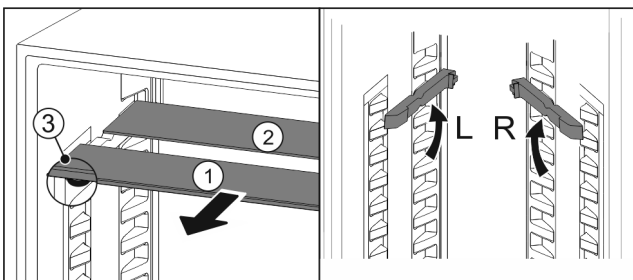

Fig. 58
- ▶ Izvelciet stikla paneļus pa vienam uz priekšu Fig. 58 (1).
- ▷ Stikla panelis Fig. 58 (1) ar dekoratīvo uzliku atrodas priekšā.
- ▷ Apturi Fig. 58 (3) ir vērsti uz leju.